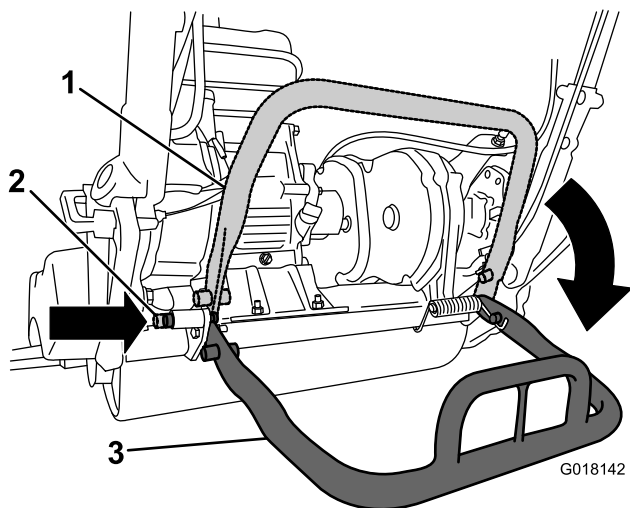

Figura 30
- Per evitare che la macchina si inclini all'indietro durante la rimozione del cilindro, abbassate il cavalletto e spingete in dentro il perno di bloccaggio per bloccarlo nella posizione di MANUTENZIONE (Figura 30).